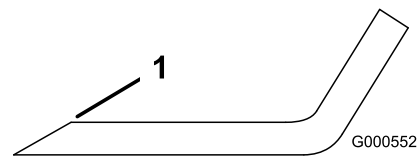

Figure 51
1. Au moyen d'une lime, aiguissez les tranchants à chaque bout de la lame (Figure 51).
**Remarque:** Si la lame est déséquilibrée, limez un peu l'extrémité de l'ailette seulement (Figure 51).